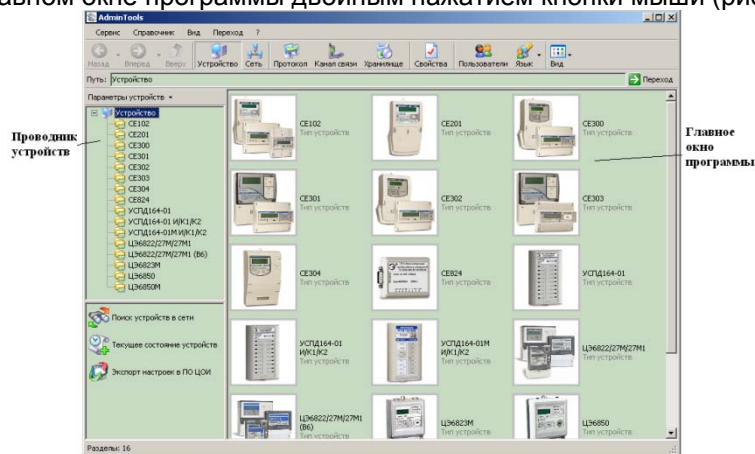

Рисунок 4.1 – Вид окна программы для выбора типа счётчика
4.1 Нажмите кнопку «Устройства» на панели инструментов. Выберите тип устройства «CE 201» в проводнике устройств, находящемся в левом верхнем углу одним нажатием левой кнопки мыши или в главном окне программы двойным нажатием кнопки мыши (рисунок 4.1).